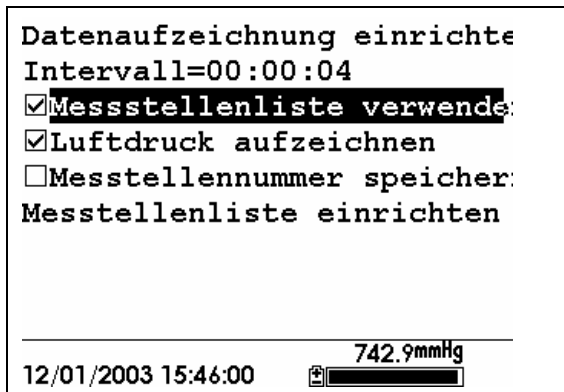

Abbildung 9.6 Datenaufzeichnung einrichten-Bildschirm
3. Drücken Sie die **Enter**-Taste. In dem Kontrollkästchen neben der Selektion **Messstellenliste verwenden** wird ein Kontrollzeichen eingefügt *und* zwei neue Eintragungen erscheinen im Datenaufzeichnung einrichten-Bildschirm. Siehe Abbildung 9.6 Datenaufzeichnung einrichten-Bildschirm.
2. Verwenden Sie die Pfeiltasten, um die Selektion **Messstellenliste einrichten** hervorzuheben. Siehe Abbildung 9.6 *Datenaufzeichnung einrichten-Bildschirm*.